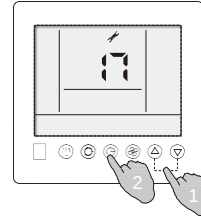

Рис. 5
2. Натисніть кнопку зі стрілками вгору або вниз, щоб задати код 17 параметра користувача, натисніть кнопку таймера, щоб увійти в стан встановлення цього параметра. Після цього його функціональний код блиматиме (див. рис. 5).